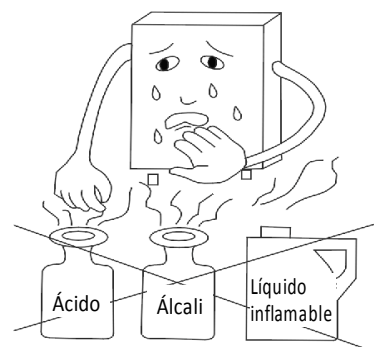

Fig. 18
- No almacene inflamables, explosivos ni volátiles cerca del calentador de agua. (Fig. 18)